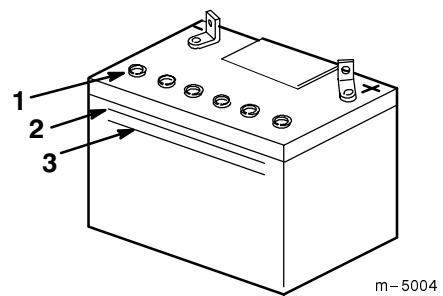

Bild 38
2. Sehen Sie sich die Seite der Batterie an. Der Füllstand muss bis zur OBEREN Linie reichen (Bild 38). Die Säure darf nicht unter die UNTERE Linie fallen (Bild 38).
3. Entfernen Sie die Entlüftungsdeckel von der Batterie (Bild 38).
4. Gießen Sie langsam in jede Batteriezelle destilliertes Wasser, bis der Flüssigkeitsstand die "OBERE" Linie (Bild 38) am Batteriegehäuse erreicht.
5. Warten Sie nach dem Füllen der Batteriezellen fünf bis zehn Minuten. Gießen Sie bei Bedarf destilliertes Wasser in jede Batteriezelle, bis der Säurestand die "OBERE" Linie (Bild 38) am Batteriegehäuse erreicht.